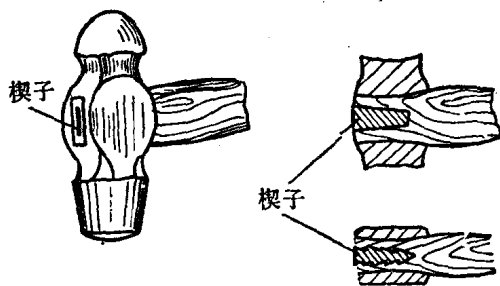

图2.5 锤柄端部打入楔子
⑤ 锤击速度 一般锤击速度为40~60次/分。手锤敲下去时应是加速度,这样可增加锤击的力量。
(2) 錾削姿势练习时的安全知识 使用手锤应先检查锤与手柄连接是否松动,楔子是否松脱(图2.5),木柄有无裂缝。锤柄不可沾水或油,以免使用时滑出。錾子头部如有毛刺应立即磨去。手锤放置时应放在虎钳右边,锤柄不得露在钳台外面,以免掉下时砸伤脚。錾子应放在虎钳的左边。